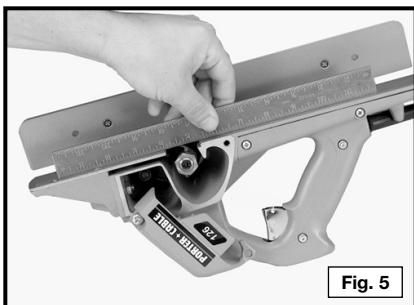

Fig. 5
- Ponga una regla a través de la abertura del cortador para que esté en contacto con la suela (patín) delantera y la trasera como está ilustrado en Fig. 5. Gire el cortador a mano hasta que levante la regla a su altura máxima. Ahora, ajuste la palanca (C) hasta que la regla apenas toque la cuchilla del cortador y las dos suelas (soleras inferiores). El cortador ya está alineado para un corte de "cero".